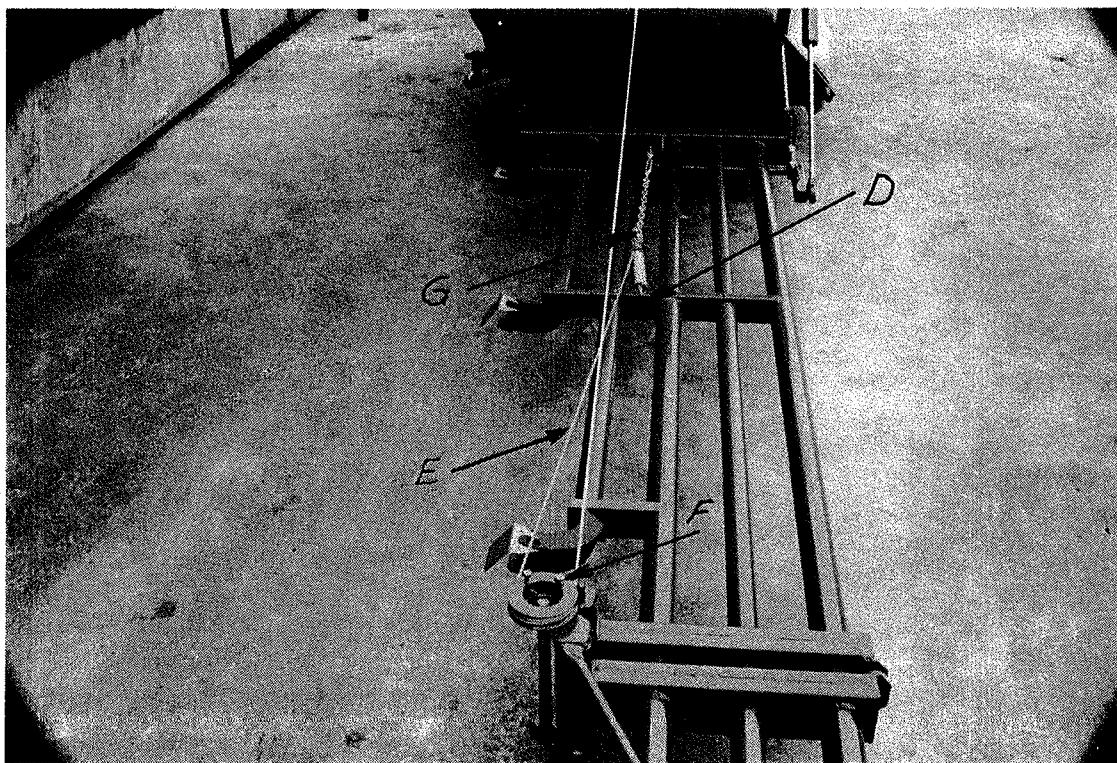

FIG. 3
4. När hydraulcylin dern är fullt utdragen och vantskruven läng, fästes dragfjädern till kättingen så att fjädern har en viss förspänning. Fig 3.
5. Ytterbommens svängwire E bild 3,fästes till linjhule t vid punkt F. Nämda wire föres bakom linjhule t och fästes till kättingen vid punkt G med hjälp av en schackel och wirelås.